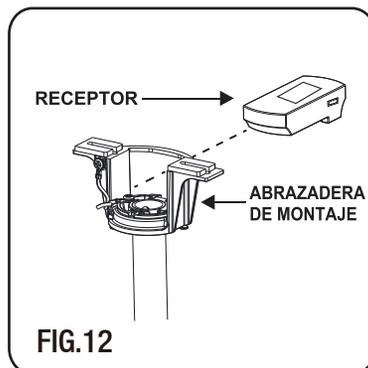

FIG.12
Paso 1. Instale el receptor en la abrazadera de montaje, el lado plano debe quedar hacia arriba. (Fig.12)